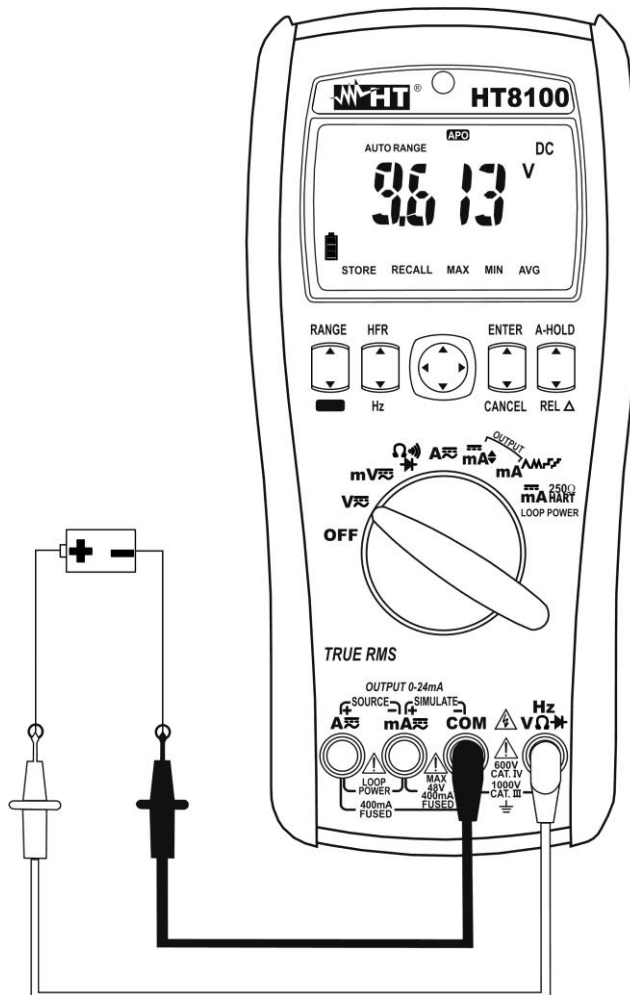

Fig. 2 : Utilisation de l'instrument pour mesure de tension DC
5. Positionner l'embout rouge et l'embout noir respectivement dans les points à potentiel positif et négatif du circuit sous test (voir la Fig. 2). La valeur de tension apparaît à l'écran.
7. L'affichage du symbole « - » sur l'écran de l'instrument indique que la tension a une direction opposée par rapport à la connexion de Fig. 2.